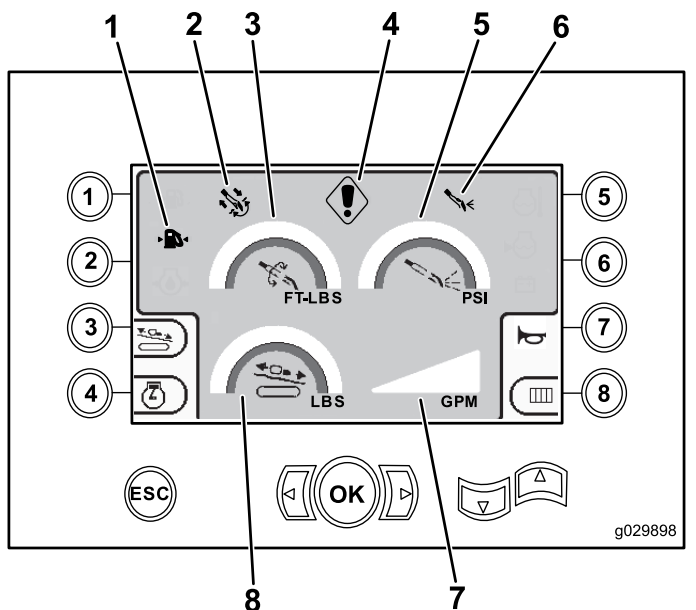

Рисунок 3
Этот экран показывает измеренные значения крутящего момента в фунт-футах, давления бурового раствора в фунтах на кв. дюйм, усилия каретки в фунтах и расхода бурового раствора в галлонах в минуту (Рисунок 3).
- Предупреждение с кодом ошибки для процесса бурения и (или) двигателя (Рисунок 3)
- Предупреждение о низком уровне топлива (Рисунок 3)
- Подача бурового раствора включена (Рисунок 3)
- Режим автоматического бурения включен (Рисунок 3)